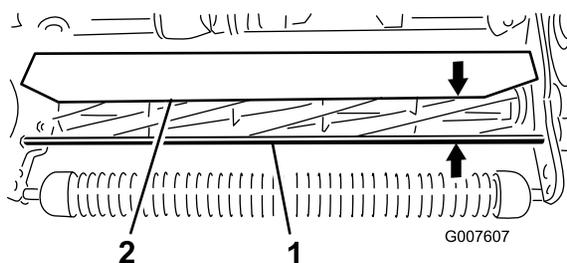

Рисунок 51
1. Измерьте расстояние от верха переднего несущего стержня до переднего края щитка на каждой стороне режущего блока (Рисунок 51).